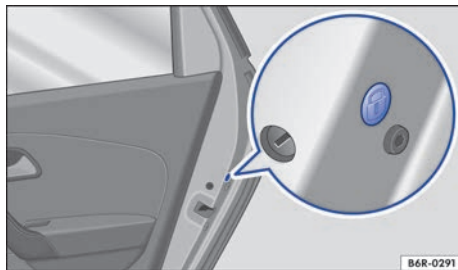

Fig. 156 En la puerta trasera: cierre de emergencia, cubierto por una junta de goma.
- Retirar el burlete de goma en la lateral de la puerta. El burlete está identificado por un candado ⚔️ → fig. 156.